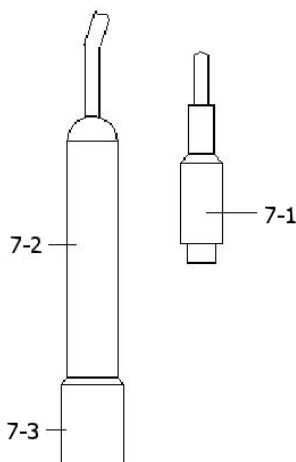

Fig. 4
- 1) Prepare a sonda de condutividade (opcional, CDPB-03), instale o " Plugue da sonda " (7-1, Fig. 4) no conector " CD " (3-15, Fig. 1)
- 3) Segure o "Cabo da sonda" (7-2, Fig. 4) com uma mão e introduza totalmente a "Cabeça do sensor " (7-3, Fig. 4) na solução de medida. Mova a sonda e deixe que a bolha de ar interna saia da cabeça do sensor.